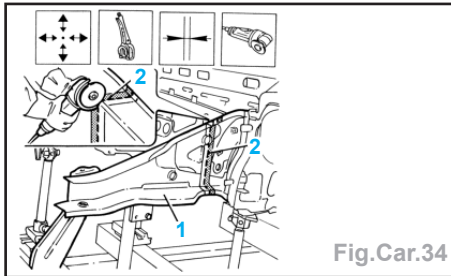

Fig.Car.34
- Superposer et positionner le renfort (1) sur le véhicule en utilisant le gabarit et les pinces-étau (Fig.Car.34).